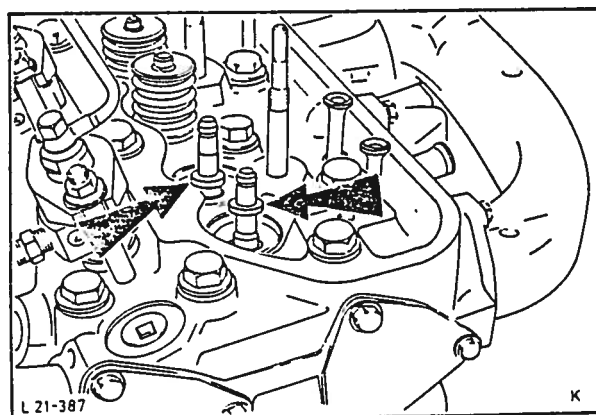

Fig. 143 Demontering av tetningsringer på ventilstammer.
4. Ta vekk ventiltallerknene og ventilfjærene. Bend løs ventilstammens tetningsringer fra topplokket med en skrutrekker, fig. 143.